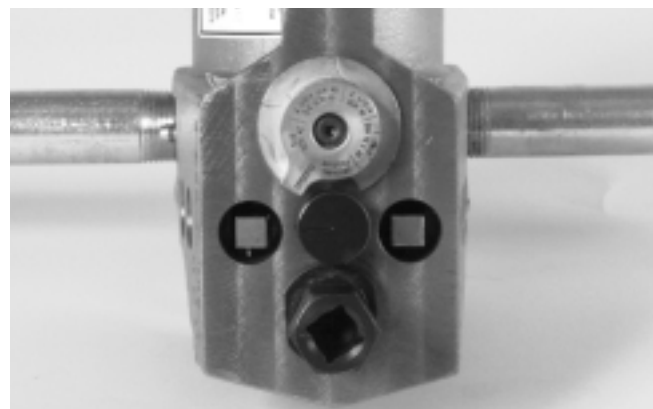

Figura 8 – Primer plano del indicador de profundidad incorporado (indexado) en la posición de ranurado
4. Haga avanzar el tornillo de ajuste hacia abajo hasta que la cabeza tope con el indicador de profundidad. Vuelva el indicador de profundidad incorporado a la posición de ranurado (Figura 8).